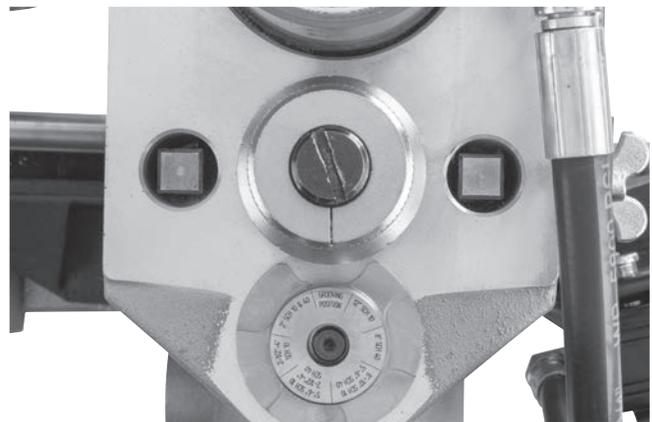

Abbildung 14B – Messgerät in Nutenstellung
- Drehen Sie die Einstellmutter im Uhrzeigersinn, bis der Kopf die Stufe des Tiefenmessgeräts berührt. Drehen Sie das Messgerät für Nutentiefe in die Position für das Einstecken (*Abbildung 14B*). Wenn sich das Messgerät nicht in der Nutenposition befindet, verhindert es das Nuten und kann beschädigt werden.
2. Vergewissern Sie sich, dass sich das Messgerät für Nuttiefe in der Position für das Einstecken befindet. (Abbildung 14B)